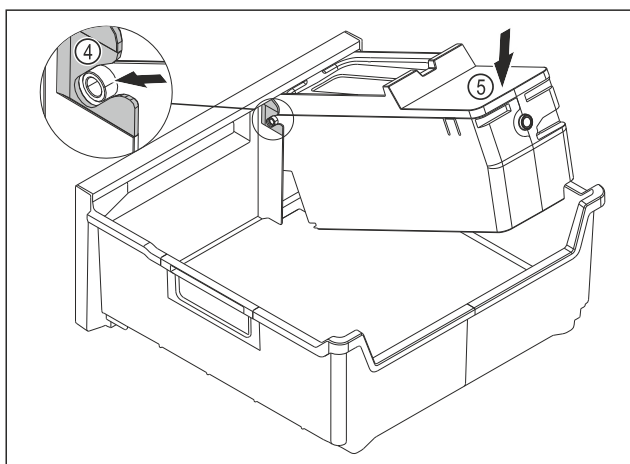

Fig. 100
- Monter hoveddelen til EasyTwist-Ice: Sett akselen til hoveddelen til EasyTwist-Ice inn i skinnene Fig. 100 (4).
- Trykk hoveddelen til EasyTwist-Ice Fig. 100 (5) bakover.